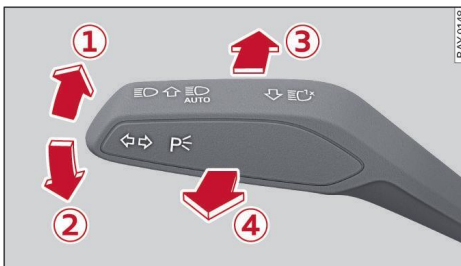

Fig. 36 Palanca de accionamiento: Conectar y desconectar las funciones de las luces
- Para activar el sistema de asistencia para luz de carretera, pulse la palanca hacia delante ③ ⇒ *pág. 59, fig. 36*. El testigo  en la pantalla del cuadro de instrumentos se enciende y la luz de carretera pasa a encenderse o apagarse automáticamente. El testigo  se ilumina si la luz de carretera se ha conectado subsidiariamente en parte o del todo.
- Para activar la luz de carretera manualmente, pulse la palanca hacia adelante ③ ⇒ *pág. 59, fig. 36*. El testigo  se enciende.
- Para desactivar la luz de carretera manualmente, desplace la palanca hacia atrás ④ ⇒ *pág. 59, fig. 36*. El sistema de asistencia para luz de carretera está desactivado.
- Para accionar la luz de ráfagas, tire de la palanca hacia atrás ④ ⇒ *pág. 59, fig. 36*. Si la luz de carretera no se ha conectado subsidiariamente,